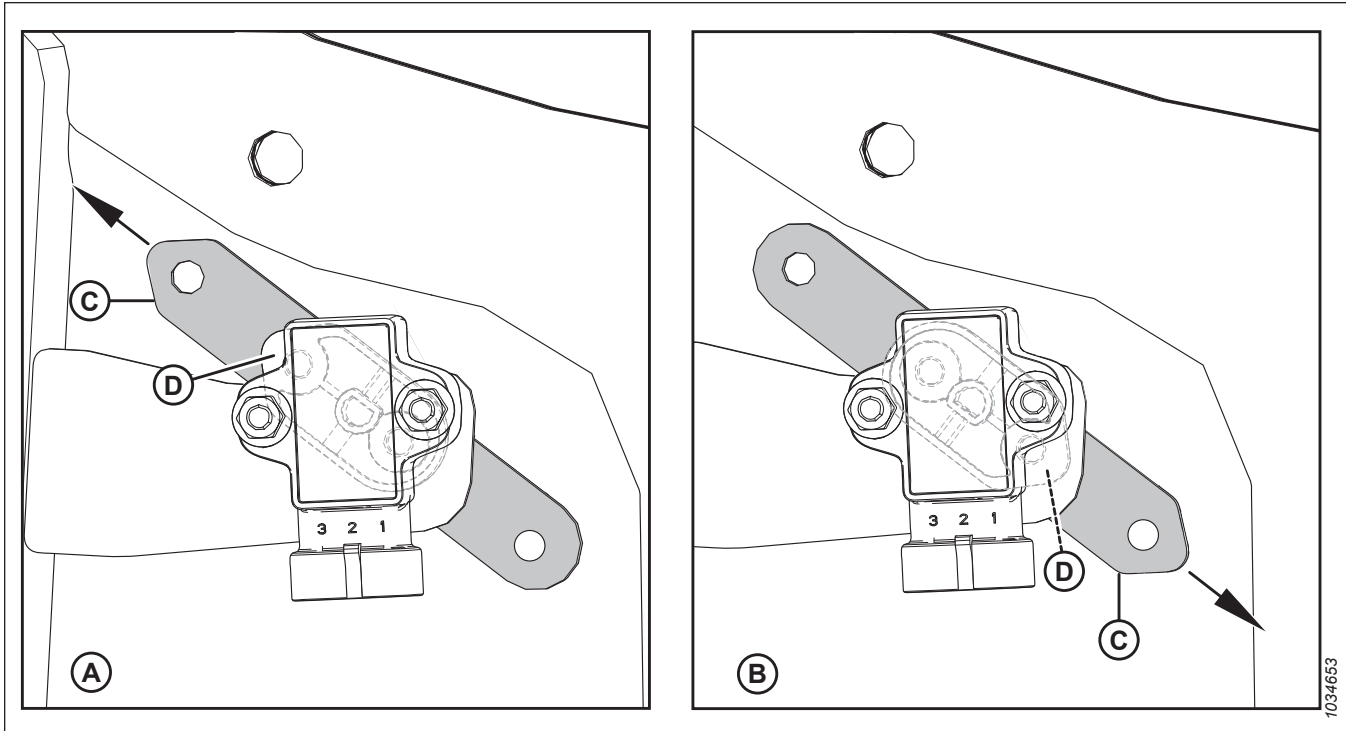

Figure 7.70: Configurations du bras/pointeur du capteur
3. Assurez-vous que le bras (C) et le pointeur (D) du capteur sont configurés correctement pour la moissonneuse-batteuse jumelée. Pour obtenir des instructions, consultez la figure 7.70, page 118.